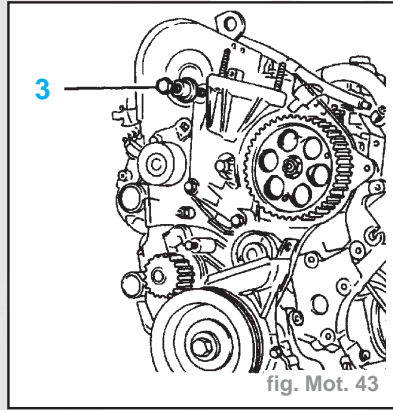

fig. Mot. 43
- Extraire la goupille de centrage de la culasse, à l'aide de l'outil (fig. Mot. 43).